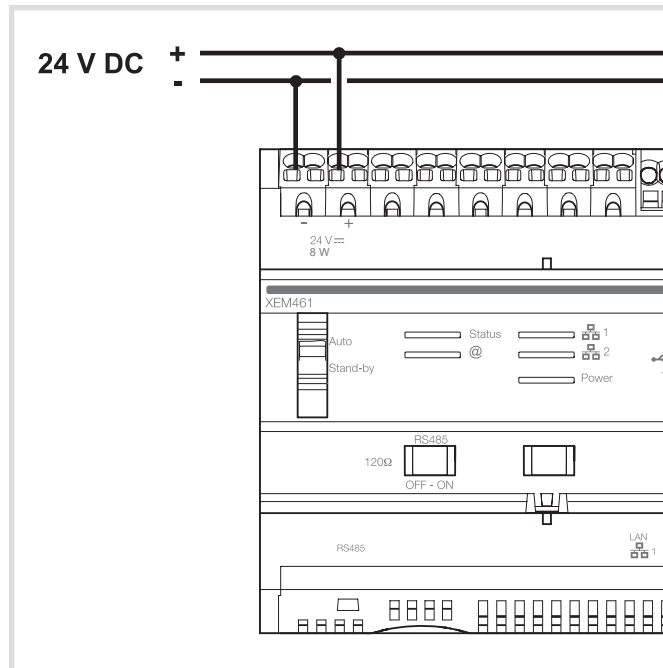

Bild 4: Anschluss an Spannungsversorgung
- Controller mit Spannungsversorgung gemäß Anschlussbild verdrahten (Bild 4).